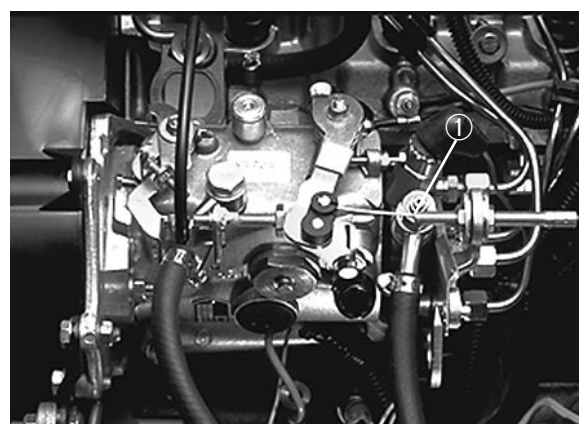

Fig. 16
N.B. È talvolta necessario spurgare l'aria dall'impianto di alimentazione tra il filtro carburante-separatore d'acqua e la pompa di iniezione; in questo caso allentare il raccordo sulla pompa di iniezione (Fig. 16) e ripetere la procedura di spurgo.